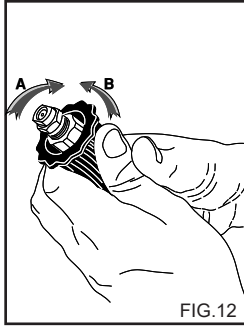

FIG.12
USO DEL CABEZAL REGULABLE (Fig. 12).
- 2) Accionar la hidrolimpiadora, abrir el grifo del detergente (si lo hay), activar el mando de aspiración del detergente que se encuentra en la lanza (fig. 12) y cubrir la superficie por lavar actuando de abajo hacia arriba. Dejar que haga efecto durante algunos minutos.